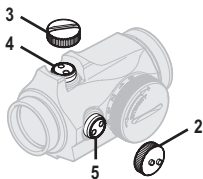

Рис. 2. Снятие колпаков
- a. Снимите крышки для линз (11) и (12).
- b. Поверните поворотный переключатель (8) по часовой стрелке до положения, при котором прицельная точка будет достаточно хорошо видна на фоне мишени.
- c. Чтобы воспользоваться винтом вертикальной (4) и горизонтальной (5) регулировки, снимите колпак регулировочного механизма (2) и колпак (3). См. рисунок 2.